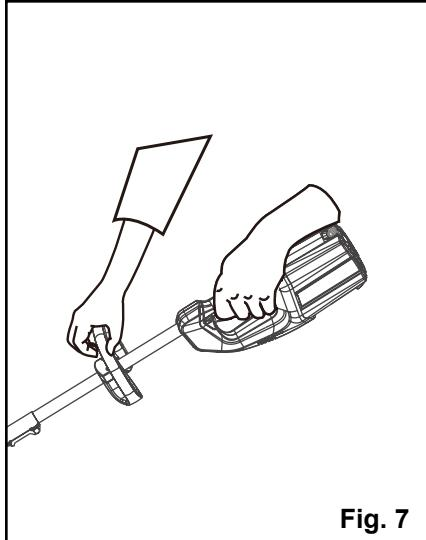

Fig. 7
- Sostenga las manijas y comience a usar la pala de nieve (Fig. 7).